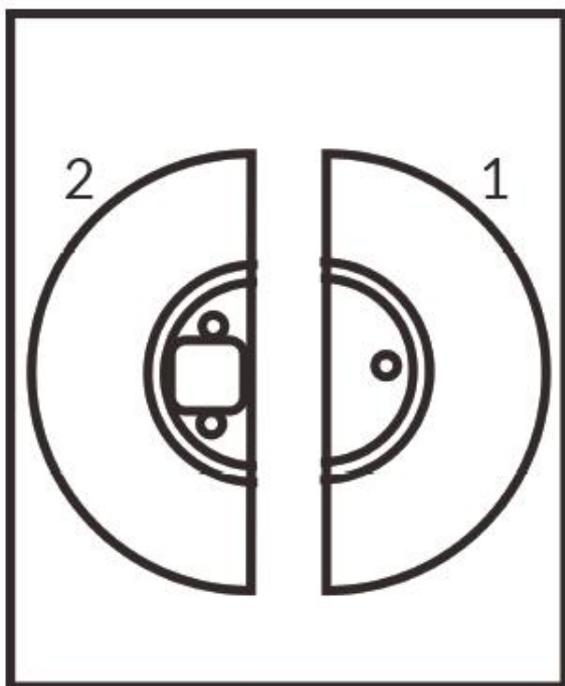

Fig. 1
- Capovolgere la ventola in modo da poter vedere il motore (2) (vedi Fig. 1). È meglio mettere una coperta sotto di essa in modo che il caso non sia danneggiato.